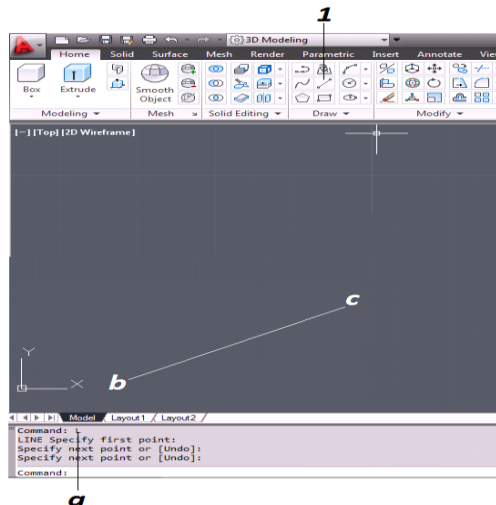

Figura 3.14 Creación de Entidades “Linea”
Con este comando se generan segmentos a partir de un punto inicial indicado de manera explícita o implícita. Este comando se ubica en la cinta de Dibujo [Draw] (*figura 3.14 “1”*) ahora se hará de manera explícita para crear una línea.
- a. Se escribe el comando [L] y enter (*figura 3.14*).
- b. En el área de trazado, se indica donde será la primer coordenada, dando clic o escribiéndola como en el capítulo anterior (*figura 3.14*).
- c. En el área grafica se indica donde será la segunda coordenada (*figura 3.14*).
- d. Para terminar de usar este comando se da enter (*figura 3.14*).